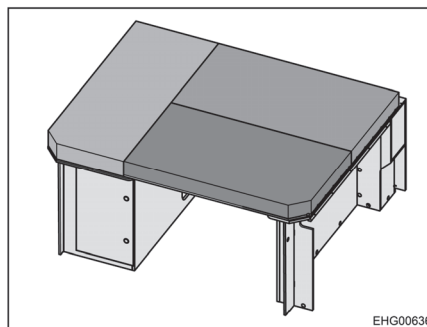

Fig. 59 Cama trasera (transformada para dormir)
- Distribuir los cojines en la superficie de descanso del modo mostrado en Fig. 59.